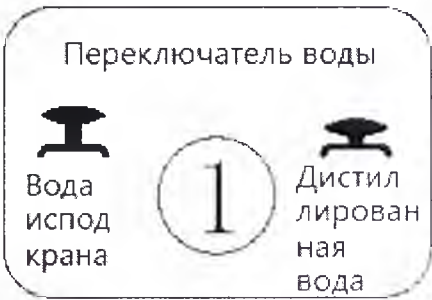

Рис. 16
Шаг 1: Нажмите переключатель “①” для отсоединения подачи воды из крана (Рис. 16).